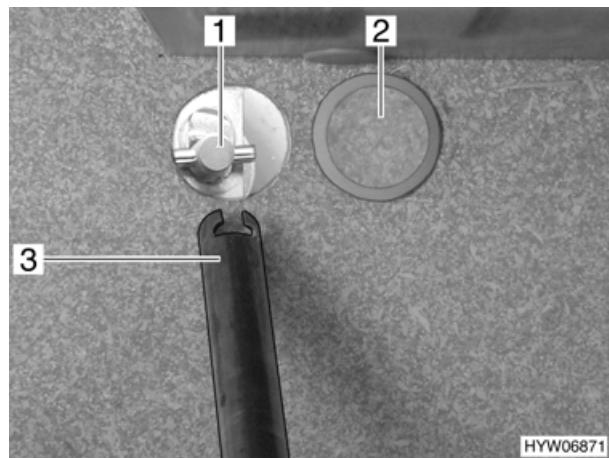

Bild 114 Öffnung für Seilwinde
Die Öffnung zum Bedienen der Seilwinde ist mit einer Plastikkappe (Bild 114,2) abgedeckt.
- Plastikkappe (Bild 114,2) mit einem geeigneten Werkzeug (z. B. Schraubendreher) vorsichtig öffnen.
- Schlüssel (Bild 114,3) auf die Aufnahme (Bild 114,1) der Ersatzrad-Halterung setzen.